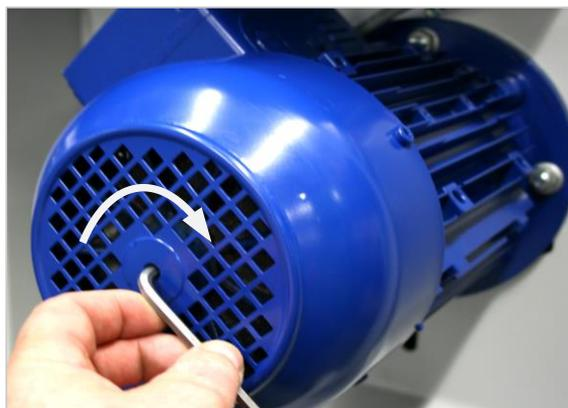

Figure 45 : réajuster le frein moteur
- Insérer une clé hexagonale coudée SW5 à travers le capot du ventilateur et l'insérez dans la douille hexagonale du goujon fileté à l'avant (⇒ Figure 45).
- Tourner la clé hexagonale dans le sens des aiguilles d'une montre d'environ 1/8 de tour (⇒ Figure 45).